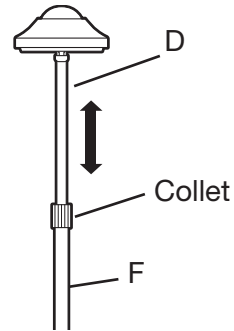

Fig. 3
1. Pour régler la hauteur de la lampe, tenez la tige supérieure (F) avec une main et désérrez le collet. Relevez ou descendez le bras de la lampe (D) à la hauteur désirée. Sérrez le collet (Fig. 3).